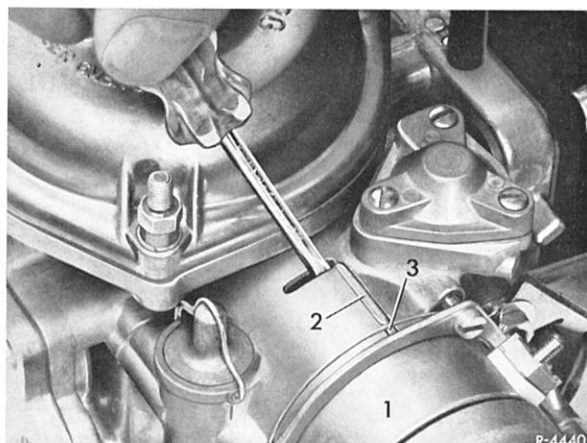

Bild 07–3/11
2 Kaltstart-Drehzahl prüfen. Motor im Leerlauf laufen lassen. Gasgestänge etwas anheben und mit einem kleinen Schraubenzieher durch den Schlitz des Startergehäuses (Bild 07–3/11) den Mitnehmerhebel (1) in Richtung Motor drücken (Bild 07–3/12). Gasgestänge und Mitnehmerhebel loslassen. Dadurch steht der Starterhebel (3) auf der obersten Raste der Stufenscheibe (2).